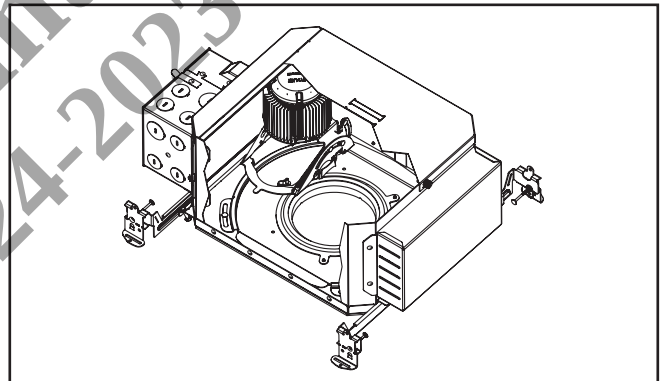

Figura 24.
- Aparte el mecanismo LED (Figura 24.) o extráigalo del alojamiento, de ser necesario. Para poder pasarlo a través del cuello del alojamiento, el mecanismo debe ajustarse a la posición de inclinación de 45 grados.